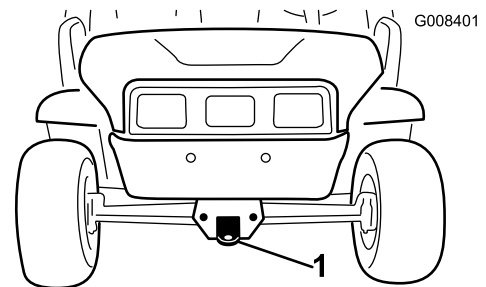
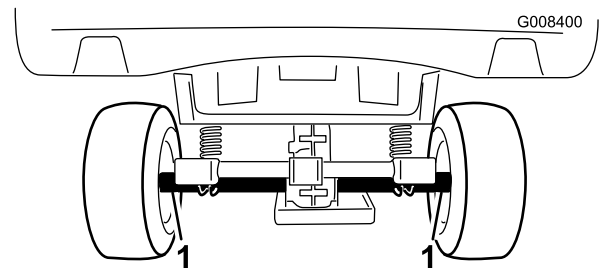

Figura 23
Figura 24
Para transportar la máquina largas distancias, será necesario utilizar un remolque. Asegúrese de que la máquina está firmemente sujeta sobre el remolque. Consulte en Figura 23 y Figura 24 la ubicación de los puntos de amarre.
2. Conecte un cable de remolque al punto de remolque, en la parte delantera del bastidor (Figura 23).